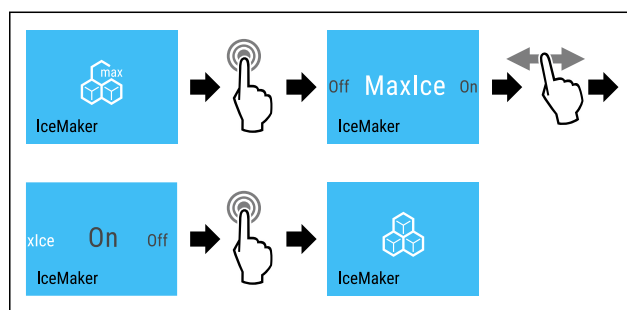

Fig. 19
► Complete the steps (see Fig. 19) .